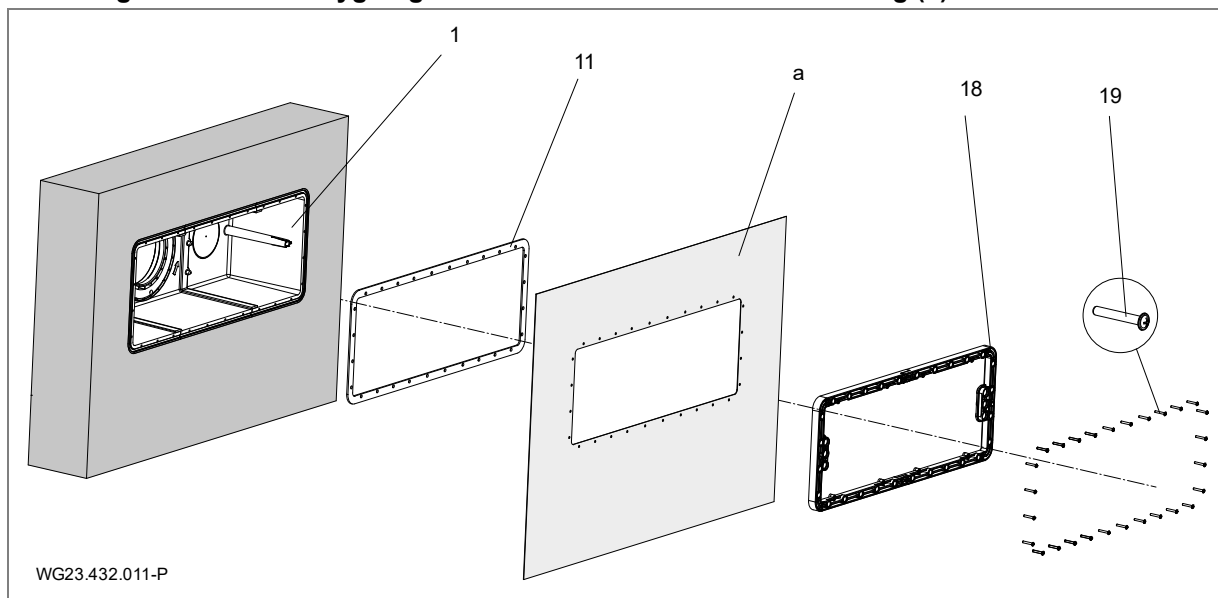

Fig. 7
Det anbefales at oprette en omløbende ring af epoxidharpiks/kvartssand på ydersiden af huset (1), der vender mod bassinet, for at tætte det mod betonvæggen. Se "Fig. 7" på side 14.